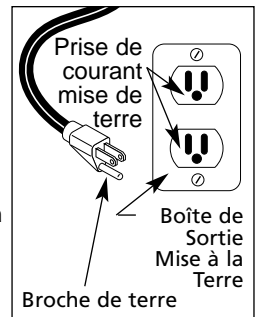

Figure 2
3. Utiliser ce produit sur un circuit nominal de 120-volt qui a une fiche de terre qui ressemble la fiche dans la figure 2. S'assurer que le produit soit branché dans une